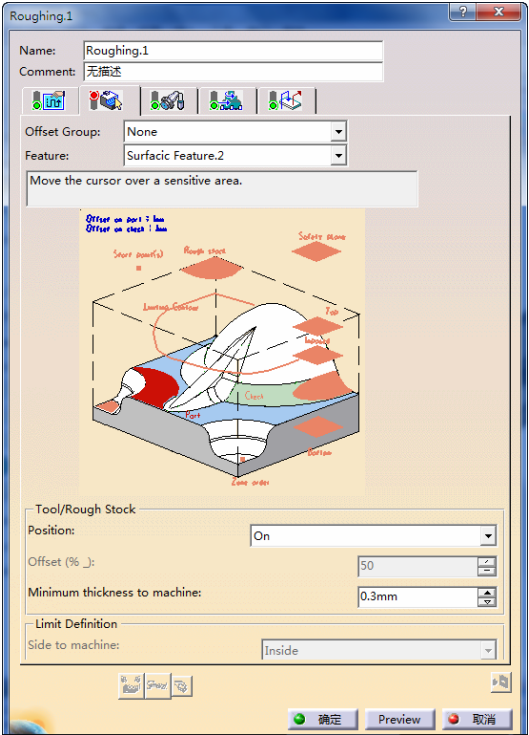

图 3-17 “Roughing.1” 对话框 (1)
在特征树中选择 “Manufacturing Program.1”, 选择下拉菜单 “插入” → “Machining Operations” → “Roughing” 命令, 或者单击 “Machining Operations” 工具栏上的 Roughing 按钮 , 弹出 “Roughing.1” 对话框 (1), 如图 3-17 所示。